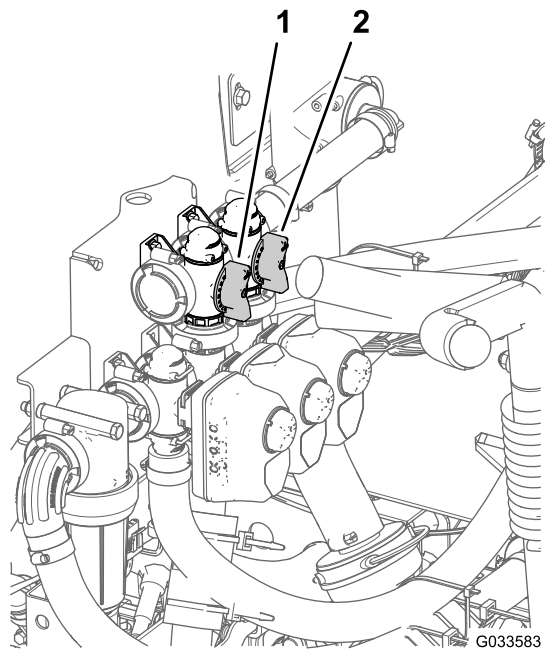

Bild 87
11. Stellen Sie das Rührwerksicherheitsventil (**Bild 87**) hinten am Rührwerkventil so lange ein, bis das Druckmanometer 6,9 bar anzeigt.
8. Stellen Sie den Griff am Sicherheitsventil des Hauptabschnitts ein, um die Rührwerkstärke im Behälter zu steuern (Bild 87).